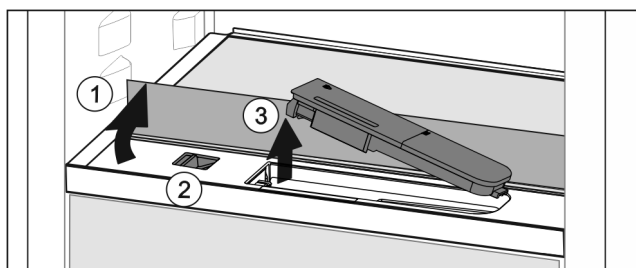

Fig. 87
► Повдигнете стъклената плоча и я завъртете до ограничителя назад Fig. 87 (1).
► Преместете плъзгача Fig. 87 (2) наляво.
► Извадете резервоара за вода Fig. 87 (3).